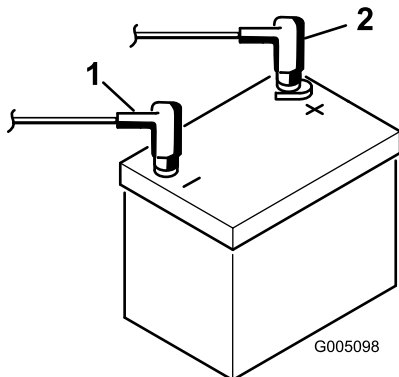

Bild 6
2. Schließen Sie das Pluskabel der Batterie (rot) vom Startermagnet an den positiven Pol (+) der Batterie an (Bild 6). Ziehen Sie es mit einem Schraubenschlüssel an und überziehen Sie die Klemmen/Pole mit Vaseline. Achten Sie darauf, dass das Kabel nicht mit dem Sitz in Berührung kommt, wenn der Sitz ganz nach hinten gestellt ist, da das Kabel ansonsten abgenutzt oder beschädigt werden kann.